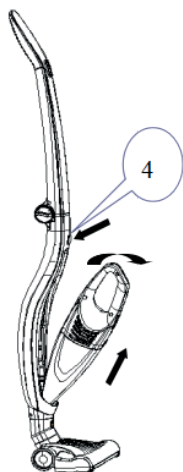

Rys. 4-1
Na uchwycie znajdują się dwa przyciski, tj. wyłącznik zasilania (1) i przycisk regulacji mocy (2) (patrz rys. 4-1). Po wciśnięciu włącznika zasilania (1) silnik uruchomi się i urządzenie przejdzie w tryb pracy na wysokich obrotach. Po wciśnięciu przycisku regulacji mocy (2) urządzenie przejdzie w tryb pracy na niskich obrotach. Po ponownym wciśnięciu przycisku regulacji mocy (2) urządzenie powróci do pracy w trybie wysokich obrotów. Po wciśnięciu włącznika zasilania (1) urządzenie przestanie działać. Podczas pracy należy zwrócić uwagę na wskaźniki poziomu naładowania akumulatora (3); wskaźniki będą stopniowo gasnąć w miarę zmniejszania się poziomu naładowania akumulatora, a urządzenie przestanie działać automatycznie, gdy wszystkie wskaźniki zgasną.